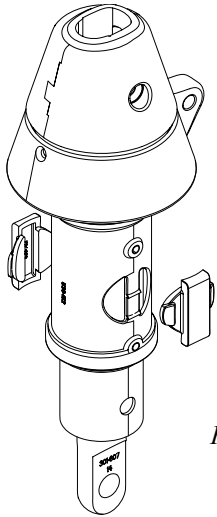

Fig. 5.3.2a
2. Montera de två medbringarna enligt fig. 5.3.2a. Säkra med tejp eller håll med fingrarna vid montering.